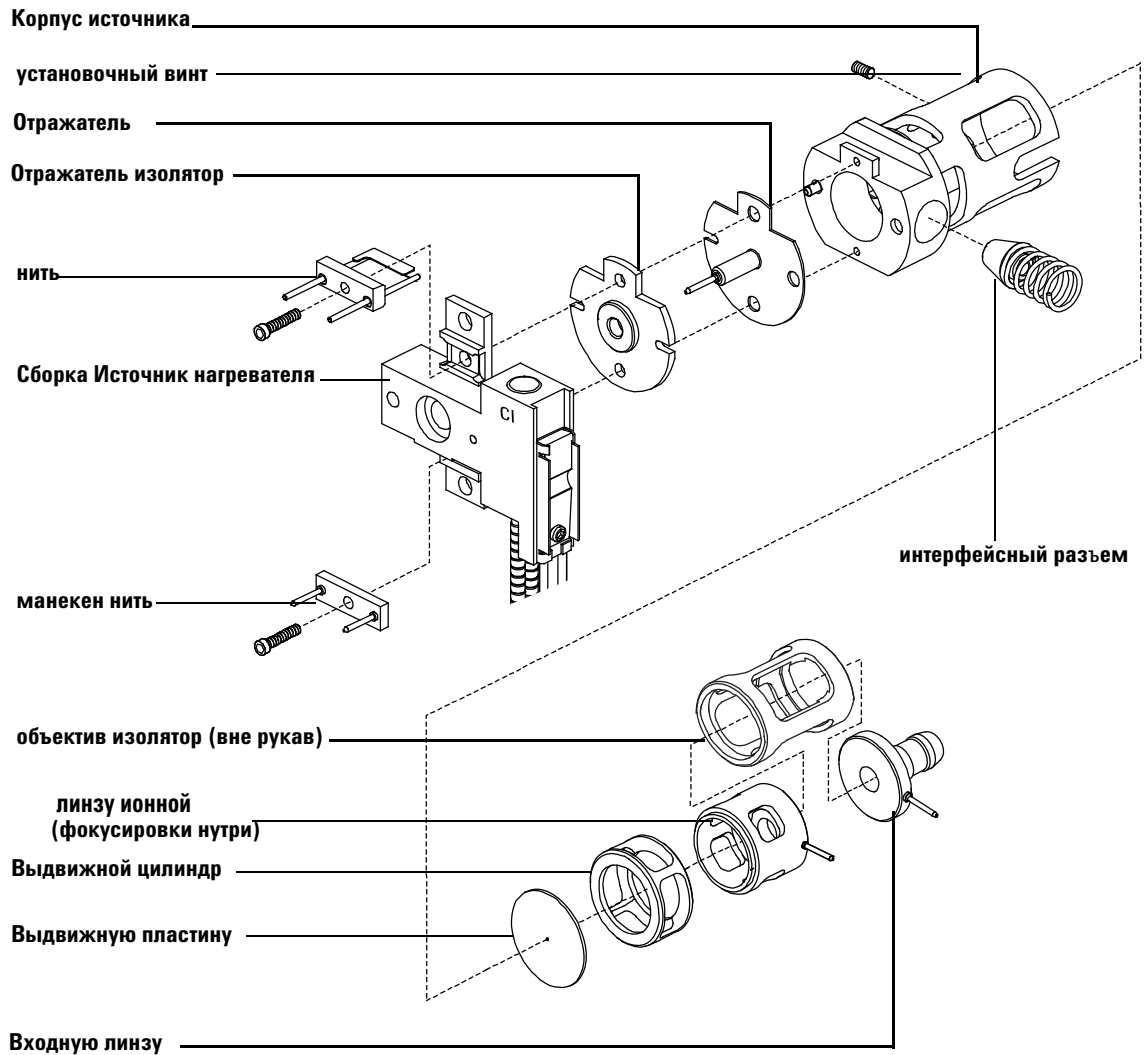

Рис. 30 Сборка ионного источника XI
- 1 Соберите линзу ионной фокусировки, входную линзу и изолятор линзы (**Рис. 30**).
- 2 Установите выдвижную пластину и выдвижной цилиндр в корпус источника (**Рис. 30**).